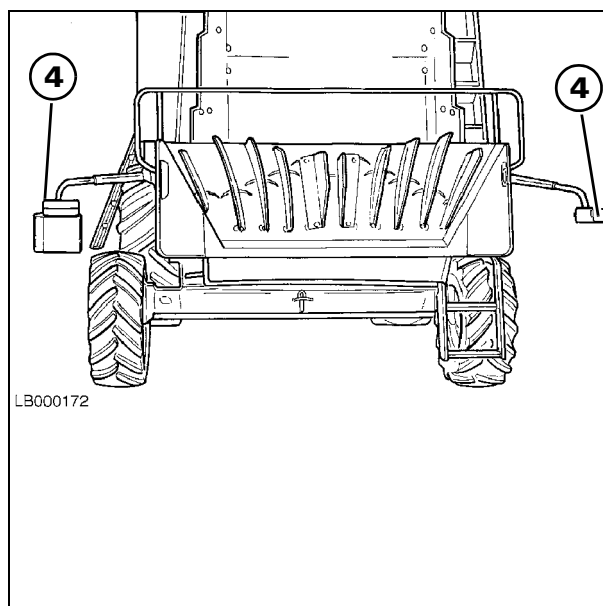

Рис. 88
- Задние фонари (4) (указатели поворота, габаритные фонари и стоп-сигналы) должны быть установлены на расстоянии 0-400 мм от габаритных размеров машины (Рис. 88).